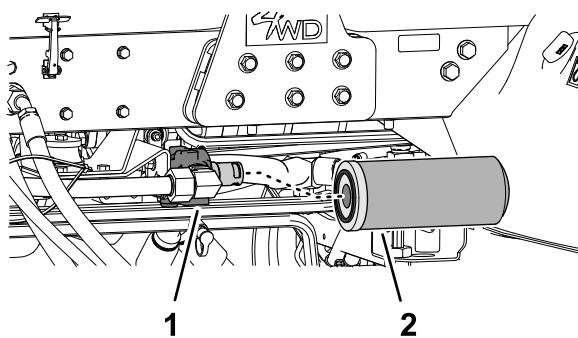

Figure 117
1. Nettoyez la surface autour du filtre de retour et de la tête du filtre (Figure 117).